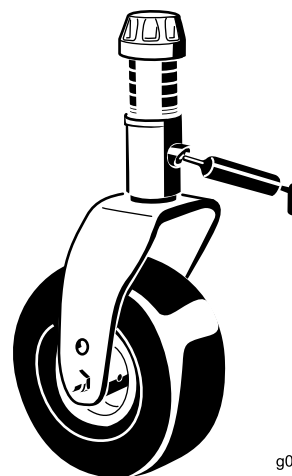

Figure 82
- 2 bagues d'axe de chape de roue pivotante (Figure 82)